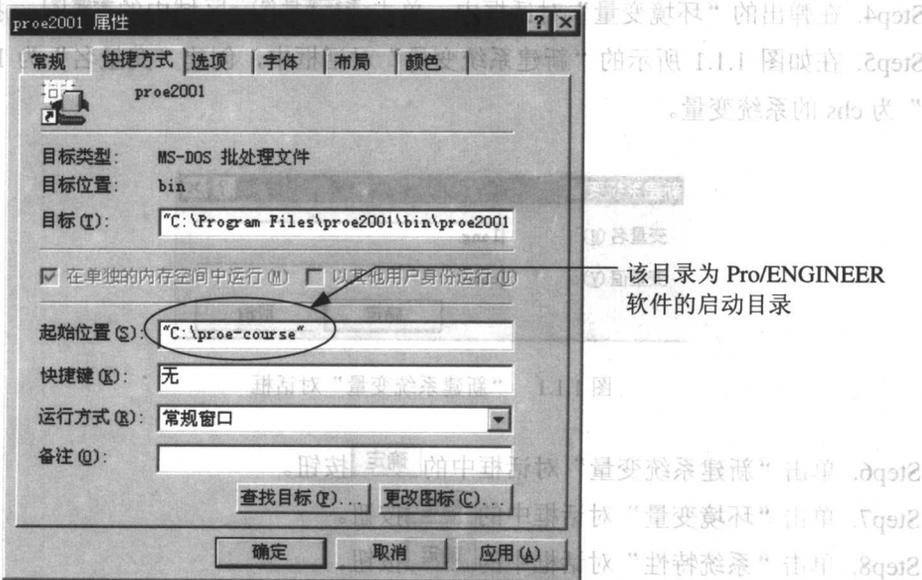

图 1.3.1 “proe2001 属性”对话框
Step2. 这时桌面上弹出如图 1.3.1 所示“proe2001 属性”对话框，单击该对话框的 **快捷方式** 标签，然后在 **起始位置(S):** 文本框中输入 C:\proe-course，并单击 **确定** 按钮。